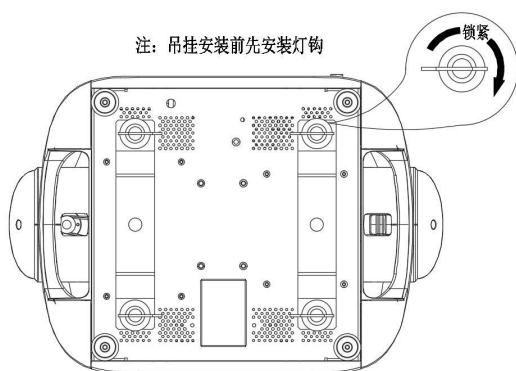

图 4-1: 吊挂安装
- 4、吊架安装在灯体底座上，将扣件水平插入底座安装孔，抓住扣件手柄顺时针旋转 90 度锁紧，同样的方案安装第二个吊架（如图 4-1）。